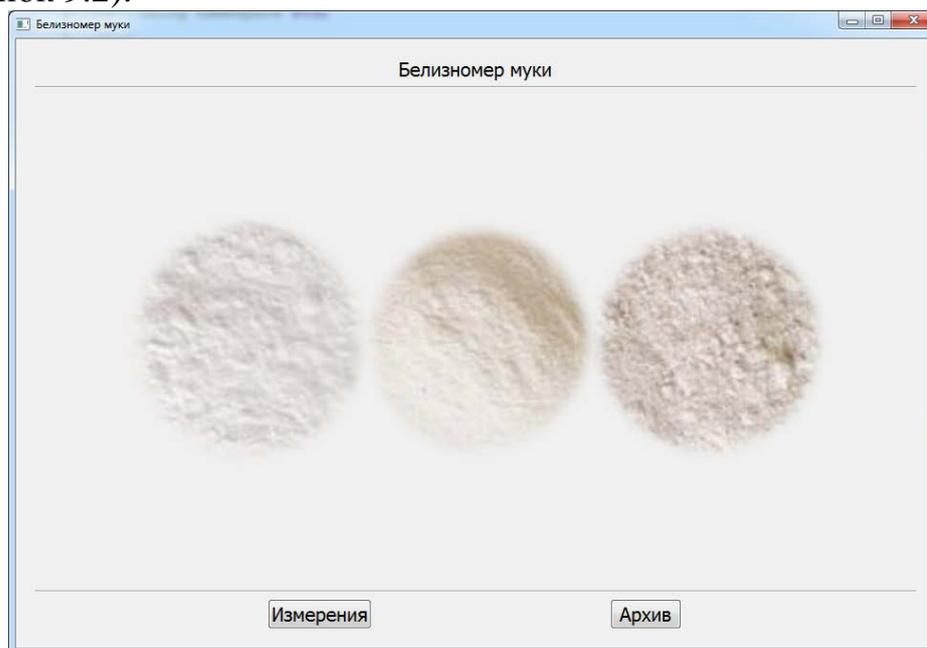

Рисунок 9.2. Меню измерения
3. Включить тумблер в верхнее положение (I). При этом должен загореться зеленый источник света.
4. Запустить программу «Янтарь-Блик» и перейти в меню «Измерение» (Рисунок 9.2).